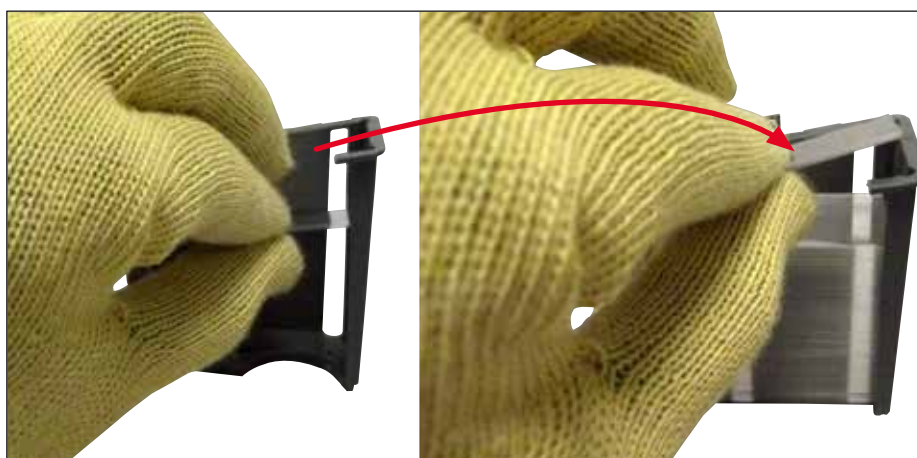

Bild 64
- Kontrollera att täckglaset placeras korrekt i magasinet (→ Bild 64).